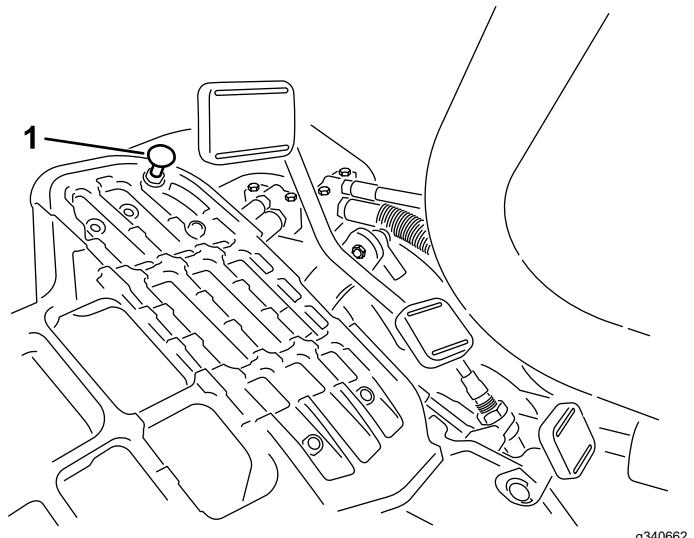

Figura 45
di TRASFERIMENTO e premete il pedale di trazione. Se il pedale tocca il fermo (Figura 45) prima che avvertiate la tensione sul cavo, effettuate la seguente procedura di regolazione:
1. Spostate la leva di comando delle funzioni in posizione di TRASFERIMENTO e allentate il dado di bloccaggio che fissa il fermo del pedale alla piastra di appoggio (Figura 45).